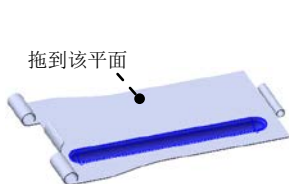

图 14.4.24 成形特征 1
Step14. 创建图 14.4.24 所示的成形特征 1。
(1) 单击任务窗格中的“设计库”按钮 ，打开“设计库”对话框。
(2) 单击“设计库”对话框中的  ch14 节点，在设计库下部的列表框中选择“watchband_shaped_tool_02”文件并拖动到图 14.4.24 所示的平面，在弹出的“成形工具特征”对话框中单击  按钮。